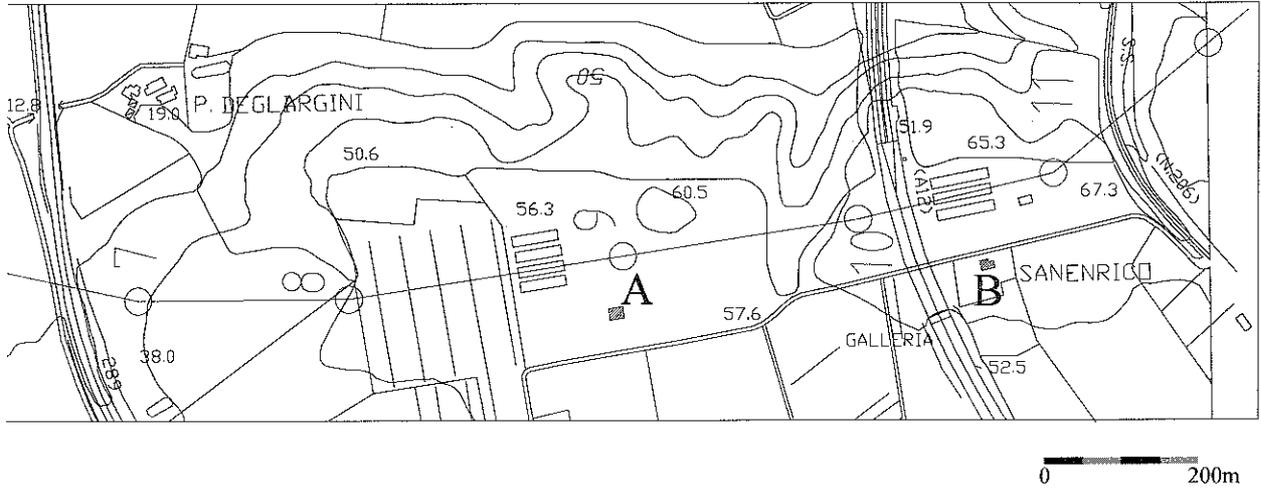
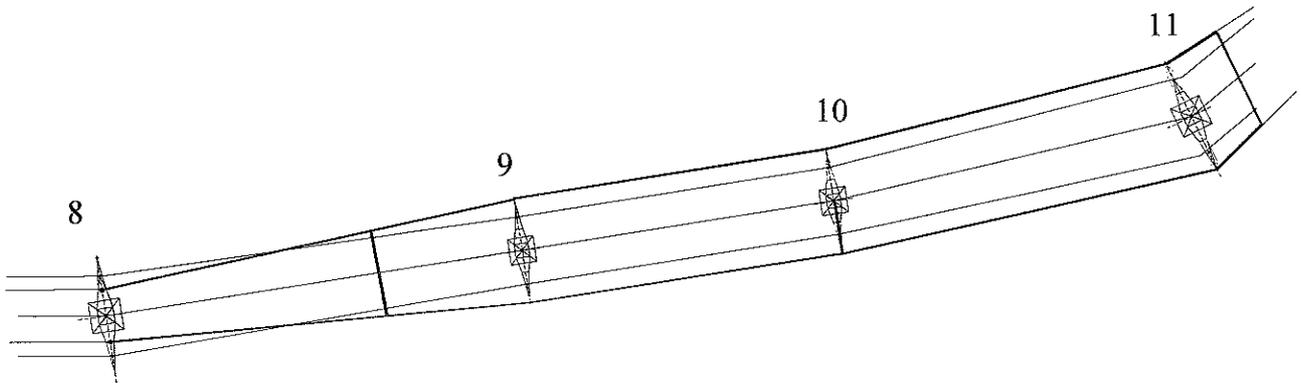
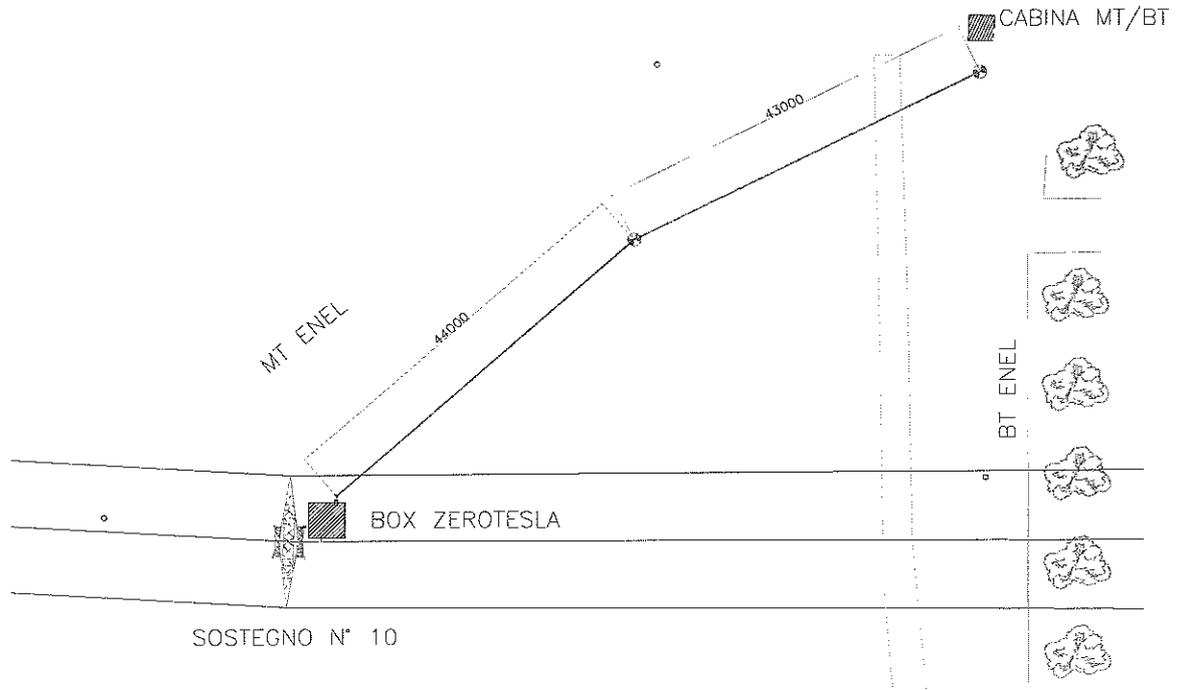
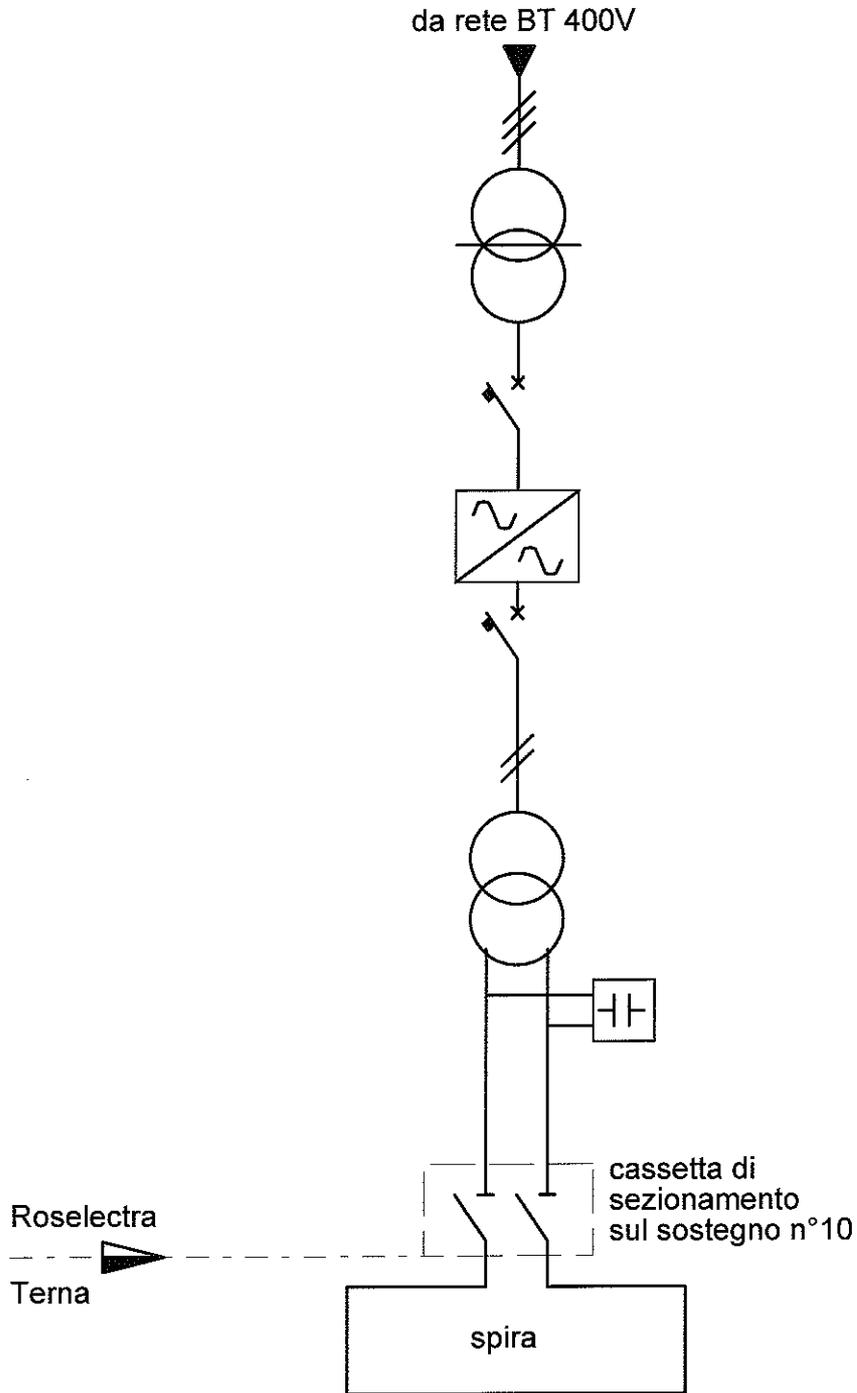

Fig. 2-1: cartografia dell'area interessata dall'intervento (stralcio)
Fig. 2-2: tratto di linea interessato dall'intervento di schermatura attiva (in rosso)
Fig. 2-3: posizionamento box e linea alimentazione schermo
Fig. 2-4: schema di principio semplificato del sistema di schermatura attiva
Il sistema di schermatura attiva interessa il tratto di linea a 380 kV Rosignano-Acciaio compreso tra i sostegni n°8 e n°11, così come indicato in Fig. 2-1, Fig. 2-2 e Fig. 2-3. Lo schema di principio del sistema è raffigurato in Fig. 2-4.
- 2) dal sistema di alimentazione della spira, posto in prossimità del sostegno n°10 (Fig. 2-3) e comprendente (Fig. 2-4):